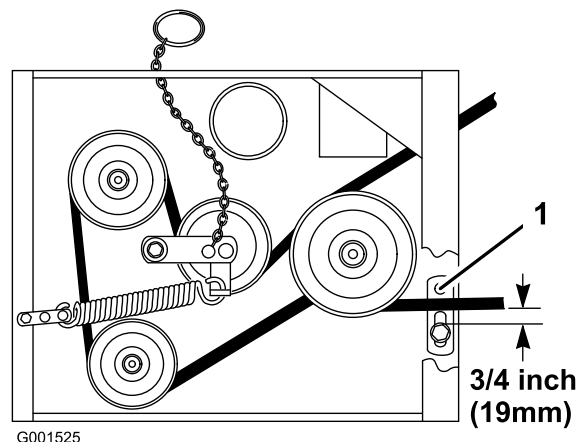

Figure 48
- Vérifiez que le guide de courroie sous le bâti du moteur est réglé correctement (Figure 48).
Remarque: Le guide de courroie et la courroie du tablier de coupe doivent être espacés de 19 mm (3/4") quand la courroie est engagée (Figure 48). Réglez la courroie du tablier de coupe au besoin. La courroie désengagée ne doit pas traîner ni tomber de la poulie quand les guides et la tension de la courroie sont réglés correctement.